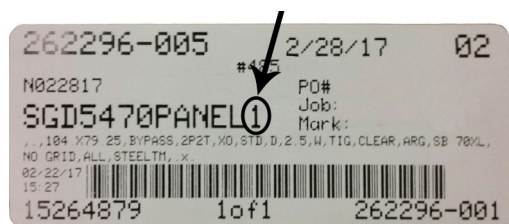

Figura 20
3. Ubique la etiqueta de envío en todos los paneles e identifique el número de panel (figura 20).